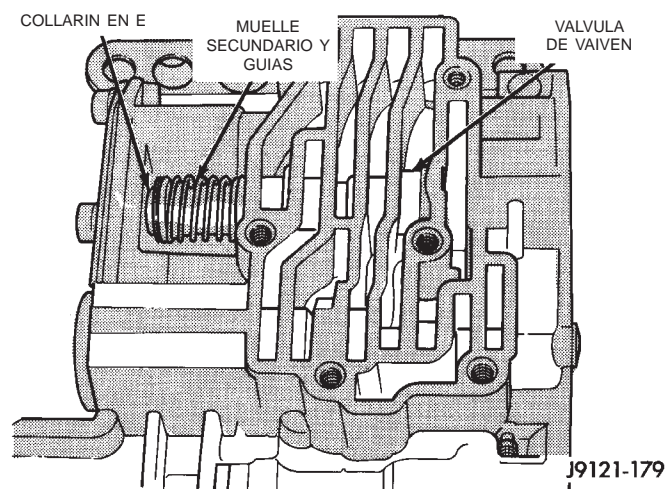

Fig. 58 Collarín en E y muelle secundario de la válvula de vaivén
(19) Comprima el muelle e instale el collarín en E en la acanaladura del vástago de la válvula de vaivén (Fig. 58).